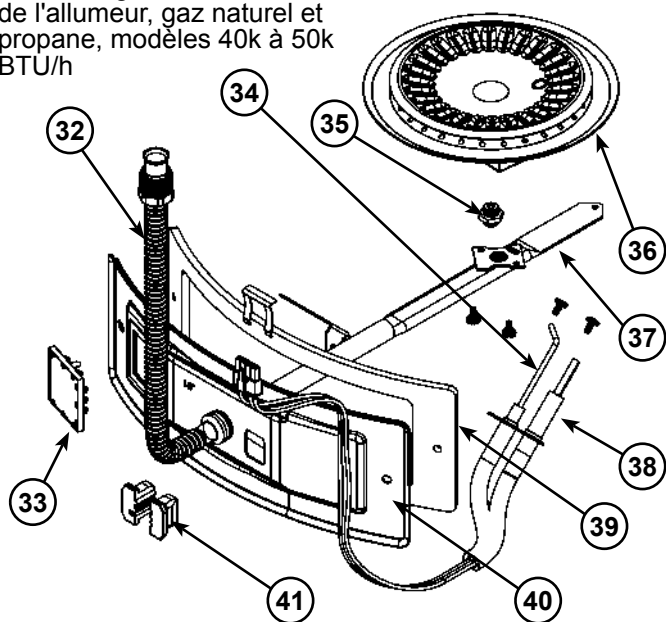

Figure 6
14. Assemblage de la porte du collecteur (non illustré, voir Figures 6 et 7)
24. Couvercle de la boîte de jonction (Figure 6)
32. Tube flexible du collecteur (Figure 6 et 7)
33. Regard (Figures 6 et 7)
34. Détecteur de flammes (Figures 6 et 7)
35. Orifice du gaz (Figures 6 et 7)
36. Brûleur en tôle (Figures 6 et 7)
37. Collecteur de gaz (Figures 6 et 7)
39. Joint d'étanchéité, porte du collecteur de gaz (Figures 6 et 7)
40. Porte du collecteur de gaz (Figures 6 et 7)
41. Bloc passe-fils et étrier (Figure 6 et 7)